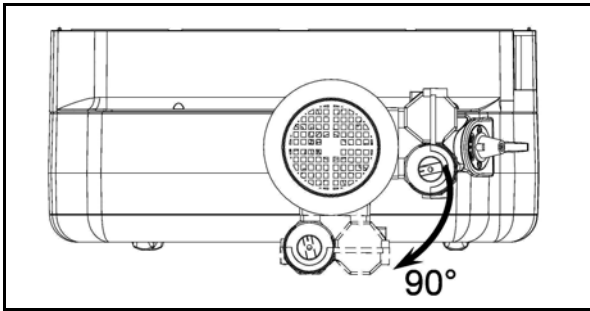

Abb. 11: Montage des Motors
Schritt 8: 4 Schrauben am Motor lösen und den Motor um 90° im Uhrzeigersinn drehen (Abb. 11)